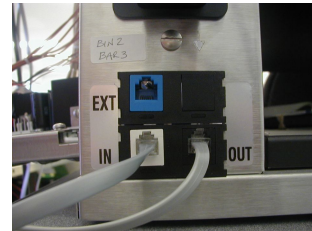

Figure 1
**4) Connecter le Kitchen Minder et les UCP** selon le diagramme de câblage ci-dessous. L'emplacement des connexions à l'arrière des UCP Prince Castle est indiqué à la figure 1.